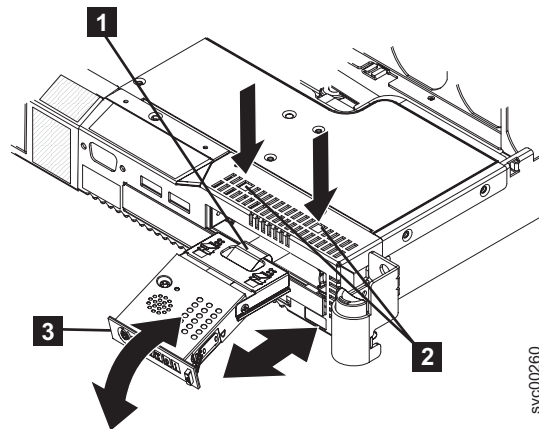

図213. SAN ボリューム・コントローラー 2145-8G4 オペレーター情報パネルの取り外し
10. ノード上部を通して見える 2 つの解放ボタン (図 213 の **2**) を押して、アセンブリー **3** をノードから完全に引き出します。接続されたライト・パス・リボン・ケーブル **1** をサーバーから慎重に引き抜きます。